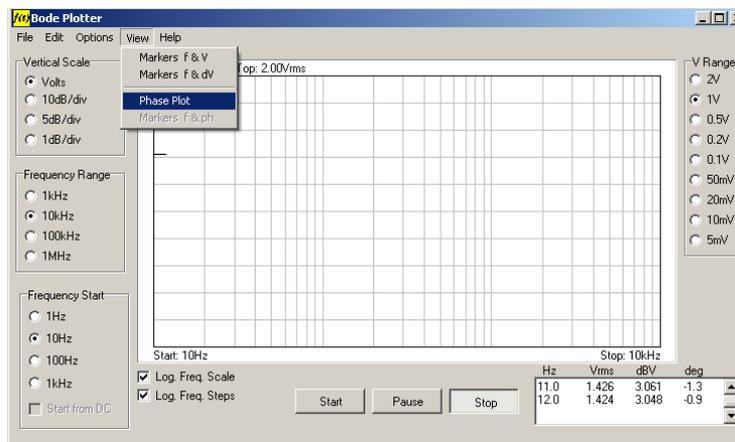

Рис. 3. Включение функции отображения ФЧХ.
- 1.3.8. В меню View выберите Phase Plot для отображения ФЧХ (рис. 3)